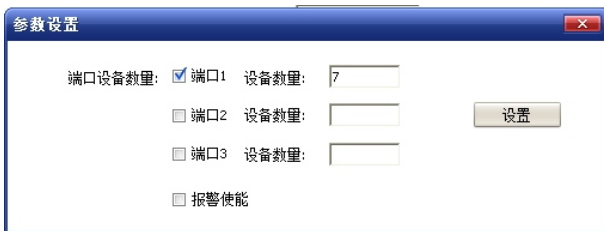

图 5.1-11端口数量设置
- 3.域名及端口号设置，用户可根据需求自行设置。例如，设置域名为www.goodwe-power.com，端口号为80，点击“设置”按钮完成设置，如图5.1-11所示：